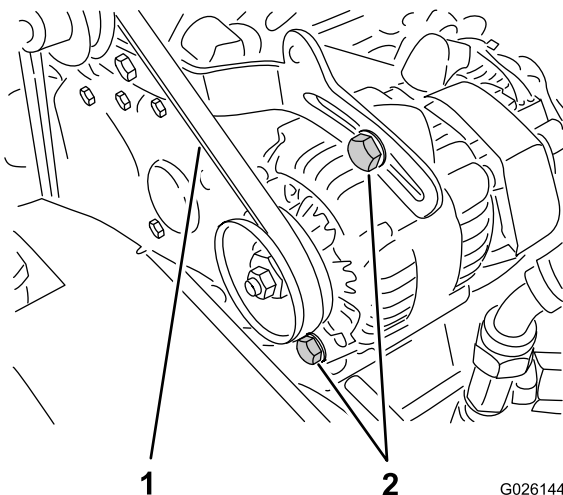

Figura 62
2. Controllate la tensione premendo la cinghia al centro tra le pulegge dell'alternatore e dell'albero motore con una forza di 10 kg (Figura 62).
- A. Allentate i 2 bulloni di fissaggio dell'alternatore (Figura 62).
- B. Con un piede di porco, ruotate l'alternatore fino a ottenere una tensione della cinghia appropriata, poi serrate i bulloni di fissaggio (Figura 62).